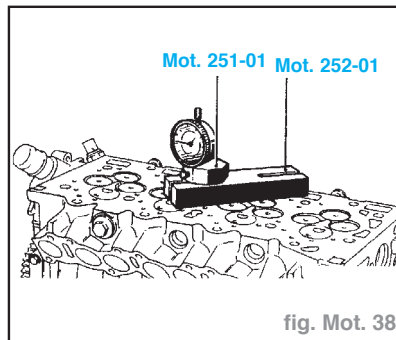

fig. Mot. 38
- Placer les joints d'étanchéité (5) sur les guides de soupapes (2).
- les soupapes neuves (3),
- les ressorts (6) (identiques pour l'admission et l'échappement),
- les coupelles (7).
- Placer les demi-bagues (8) (identiques pour les soupapes d'admission et d'échappement),
- Vérifier la cote de retrait des soupapes (A) par rapport au plan de joint de culasse, à l'aide des outils **Mot. 251-01** et **Mot. 252-01** (fig. Mot. 38).